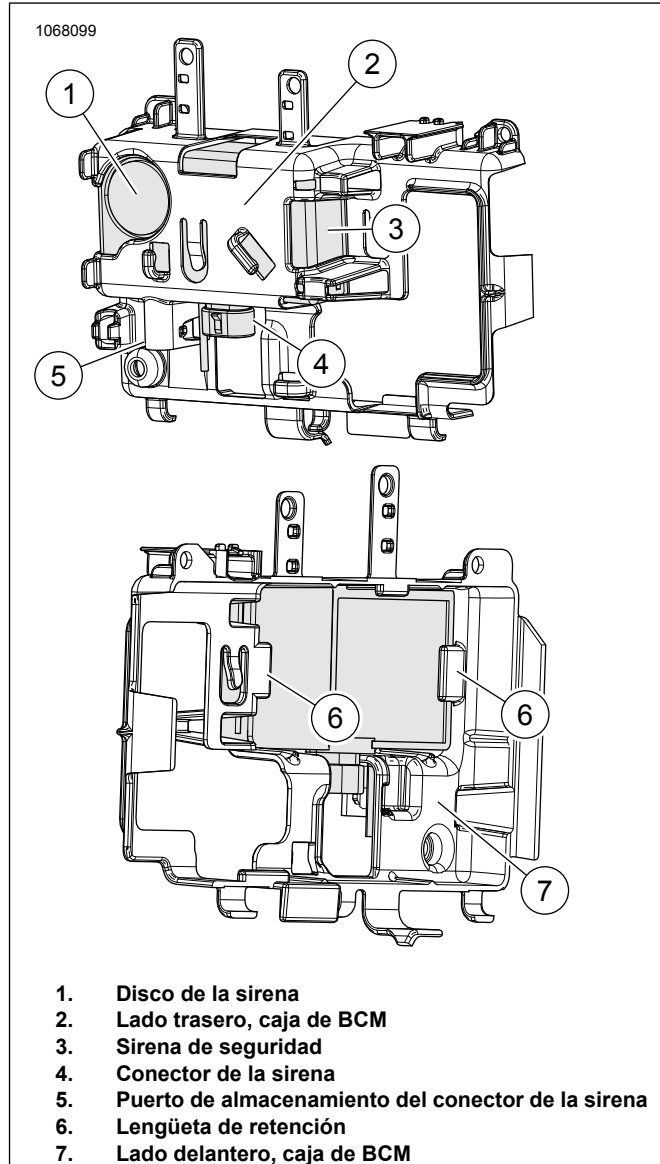

Figura 31. Sirena de seguridad y caja del BCM: (para mayor claridad no se muestra)
7. Vea la Figura 31. Quite el conector de la sirena del puerto de almacenamiento del conector de la sirena (5) en el lado trasero de la caja de BCM (2).